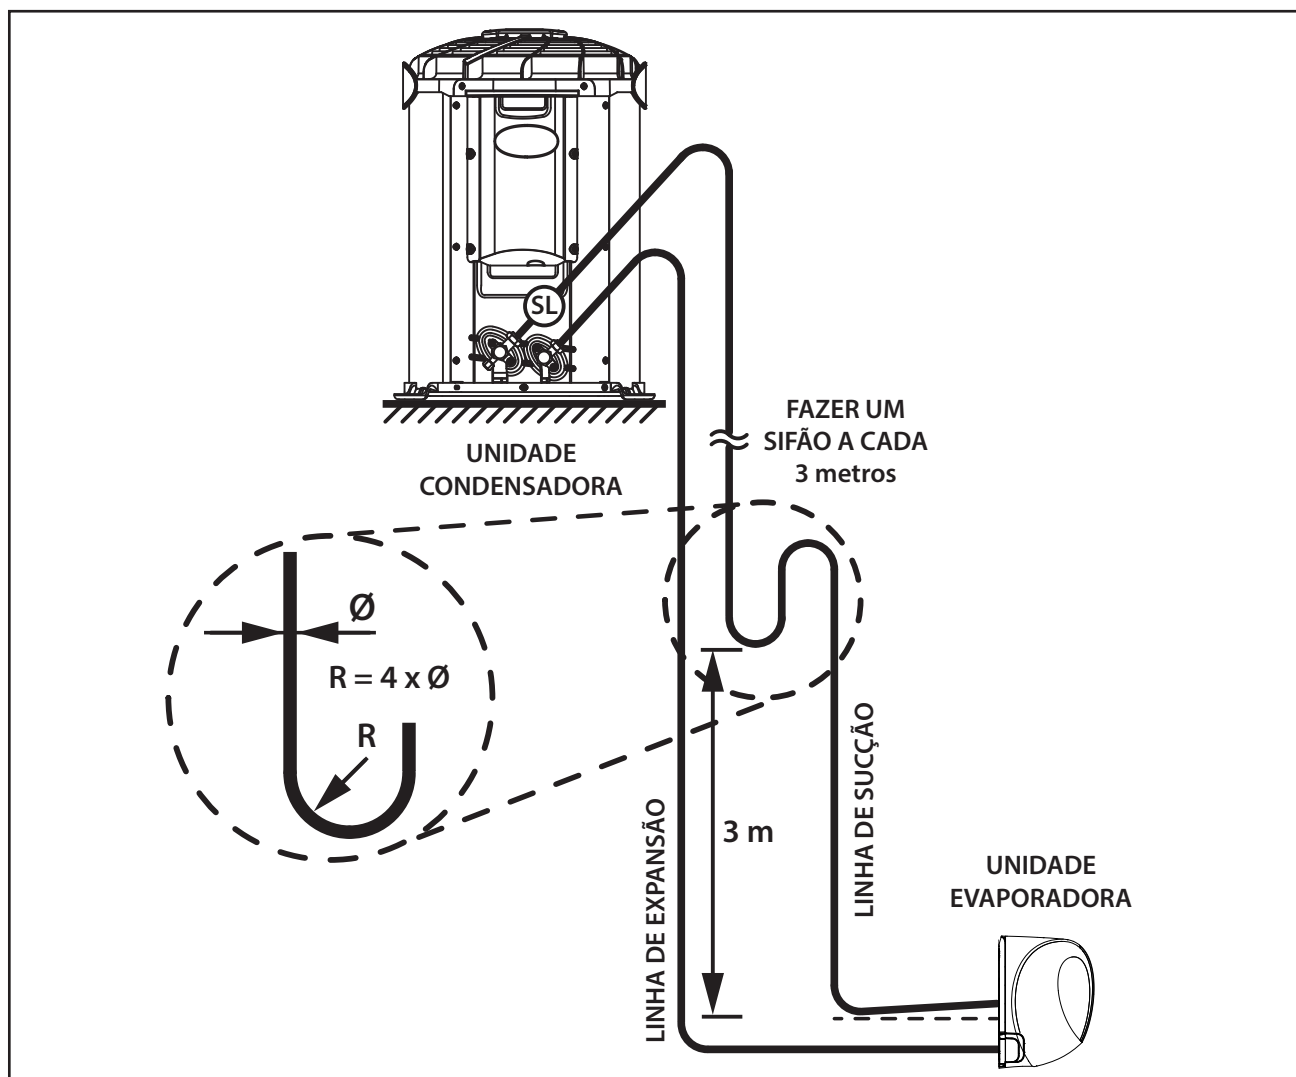

FIG. 21 - INSTALAÇÃO LINHAS DE INTERLIGAÇÃO
- 1º Quando a unidade condensadora estiver em um nível superior ao da unidade evaporadora, fazer sifões nas subidas da linha de sucção a **cada 3,0 metros**; considerando desde a saída da evaporadora (Fig. 21).
- 3º Quando a unidade condensadora estiver em um nível superior ao da unidade evaporadora, fazer sifões nas subidas da linha de sucção a **cada 3,0 metros**; considerando desde a saída da evaporadora (Fig. 21).
- 4º Inclinar as linhas horizontais de sucção no sentido do fluxo (Fig. 21).